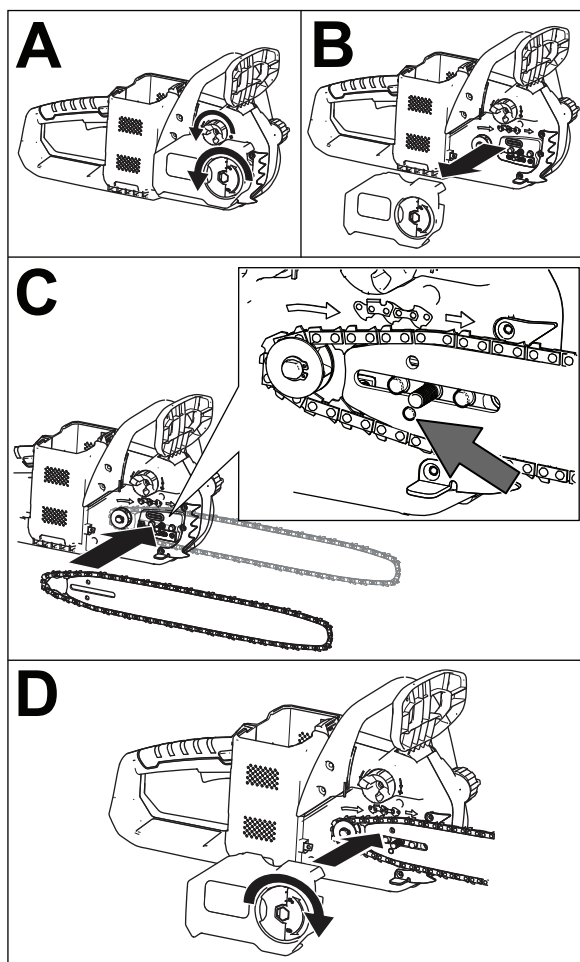

Figura 31
- Posizionate l'ansa aperta della catena (il tratto non sulla barra di guida) attorno alla ruota motrice sulla motosega, quindi montate la barra di guida e la catena sulla motosega, come illustrato nella Figura 31.